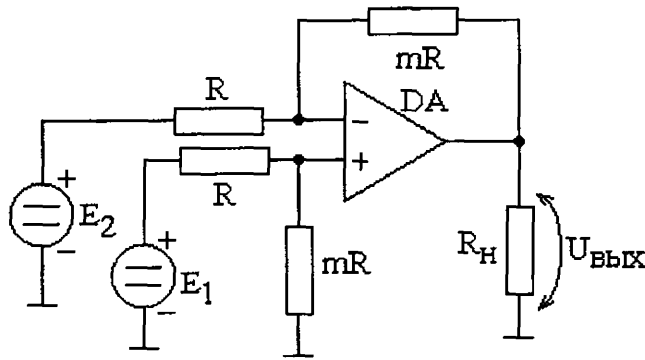

Рис. 2.38. Дифференциальный усилитель
**Дифференциальный усилитель.** Усилители сигналов применяются в различных электронных измерительных устройствах. Дифференциальный усилитель (рис. 2.38), дает возможность измерять и усиливать слабые сигналы. Все применяемые резисторы прецизионные (с допуском не более 1%). Положим, что источник напряжения  $E_1$  замкнут накоротко. Для источника  $E_2$  схема является инвертирующим усилителем с коэффициентом усиления  $-m$ , т.е.  $U_{вых} = -E_2 \cdot m$ .